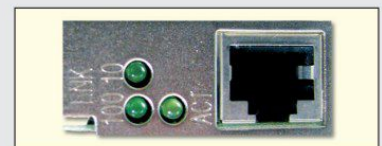

Bild 2: Rückseite Netzwerkkarte
3. Die Netzwerkkarte (**Bild 2**) hat drei LEDs. Welche Information wird jeweils angezeigt?